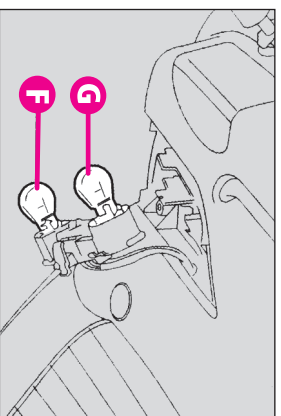

fig. 52
sornic (fig. 52) și înlocuiți-l:
--scoateți becul (sferic cu un cuplaj baionetă) care urmează să fie schimbat apăsându-l ușor și rotindu-l în sensul invers acelor de ceasornic (fig. 52):